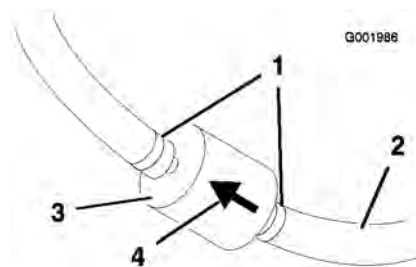

Figura 51
5. Apriete los extremos de las abrazaderas y deslícelas por el tubo alejándolas del filtro (Figura 51).